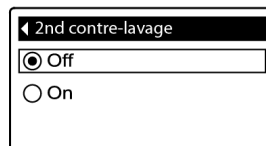

FIG.64
**8b. Second contre-lavage :** Si un point noir figure déjà en face de l'option souhaitée (Figure 64), passez à l'étape 9. Sinon, appuyez sur DESCENDRE (▼) ou MONTER (▲) pour parcourir jusqu'à l'option souhaitée, puis appuyez sur SELECT (O) pour valider votre sélection. Activer cette fonction ajoute un second contre-lavage et un rinçage au début du cycle de régénération. Par défaut, cette fonction est Désactivée. Activez cette fonction si l'eau fournie est riche en sédiments ou en fer.